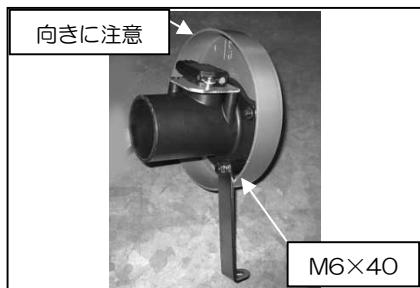

図5
- ②エアフロアダプター、アダプター、ステー大、カラーを図5、6を参考に組み立てます。ステー取り付け部にはキャップ M6×40 を使います。それ以外の部分にはキャップ M6×20 を使います。